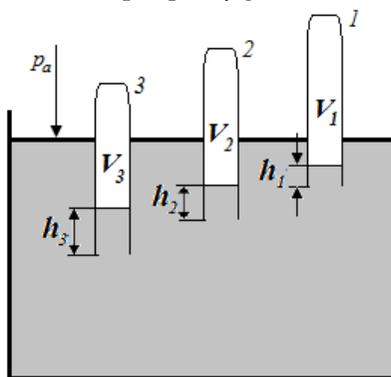

Рис. 1
1. Пробирку, отградуированную в единицах объема, погрузить в жидкость на четверть ее длины l . Измерить высоту столба жидкости, заполняющего пробирку h_1 (см. рис. 1).